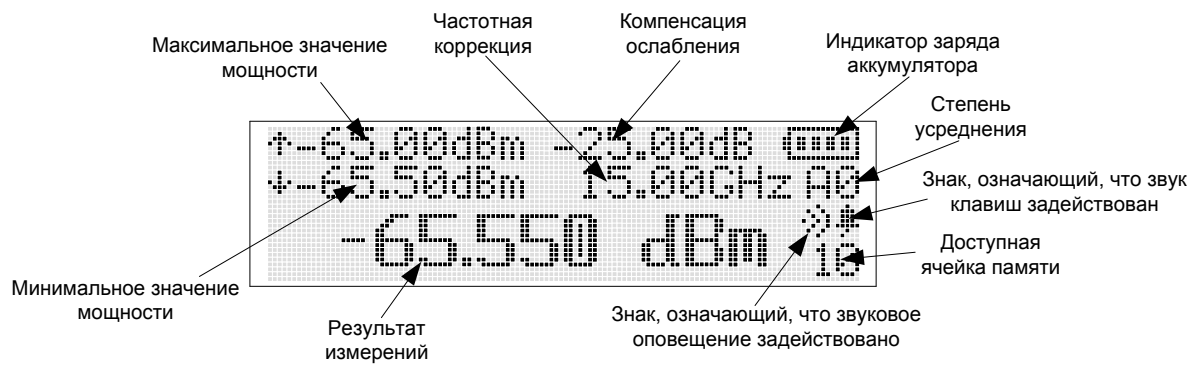

Рисунок 4.2 – Вид окна индикатора в режиме измерений
– последовательно нажимая клавиши «▲», («▼») или «◀», («▶»), изменить установленное значение частоты до требуемой величины, если данным клавишам задана функция изменения параметра «частотная коррекция» (4.3.1). При этом значение частоты, отображаемое на экране индикатора («Частотная коррекция», рисунок 4.2) должно изменяться с установленным шагом. Установка шага изменения частоты осуществляется в пункте меню «Частотная корр-я» в режиме значений путем установления курсора под требуемым разрядом значения в ГГц.
– последовательно нажимая клавиши «▲», («▼») или «◀», («▶»), изменить установленное значение ослабления до требуемой величины, если данным клавишам задана функция изменения параметра «компенсация ослабления» (4.3.1). При этом значение ослабления, отображаемое на экране индикатора («Компенсация ослабления»), рисунок 4.2) должно изменяться с установленным шагом. Установка шага изменения частоты осуществляется в пункте меню «Компенс. ослабл.» в режиме значений путем установления курсора под требуемым разрядом значения в дБ.
При выборе режима измерений относительно значения из ячейки памяти, на индикаторе будет отображаться результат отношения текущего уровня мощности к значению, сохраненному в ячейке памяти, номер которой отображен в правом нижнем углу индикатора (рисунок 4.2). Выбор сохраненного значения из требуемой ячейки памяти проводят в соответствии с 4.3.7.
На индикаторе усреднение отображается в правом верхнем углу в виде символа “А n”, где “А” означает усреднение (averaging), n – степень усреднения. Символ “AA” означает, что текущая степень усреднения 10 или А, в шестнадцатеричной системе счисления. При установке автоматического усреднения («Меню > Усреднение» Авто») степень усреднения n на индикаторе в режиме измерений (рисунок 4.2) будет принимать значения 1,2,...,9, А в зависимости от уровня мощности на входе СВЧ согласно таблице 4.2.